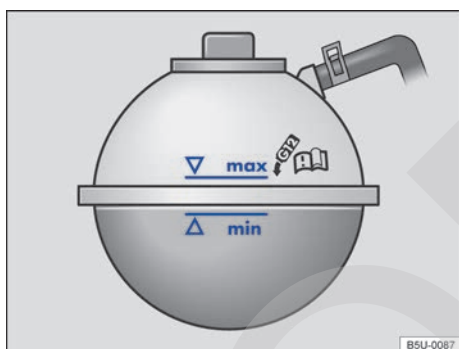

Fig. 171 En el compartimento del motor: marca en el depósito de expansión del líquido refrigerante del motor.
- Con el motor frío, comprobar el nivel del líquido refrigerante del motor por la marca lateral del depósito → fig. 171.
- El nivel del líquido refrigerante del motor debe permanecer dentro de la marca del depósito → **fig. 171. ¡No completar por encima de la marca "máx" → ⓘ!**
- Completar con líquido refrigerante del motor solamente hasta la marca "máx" → **fig. 171**. De lo contrario, al calentarse, el líquido excedente sería expulsado del sistema de refrigeración del motor y podrá causar daños.